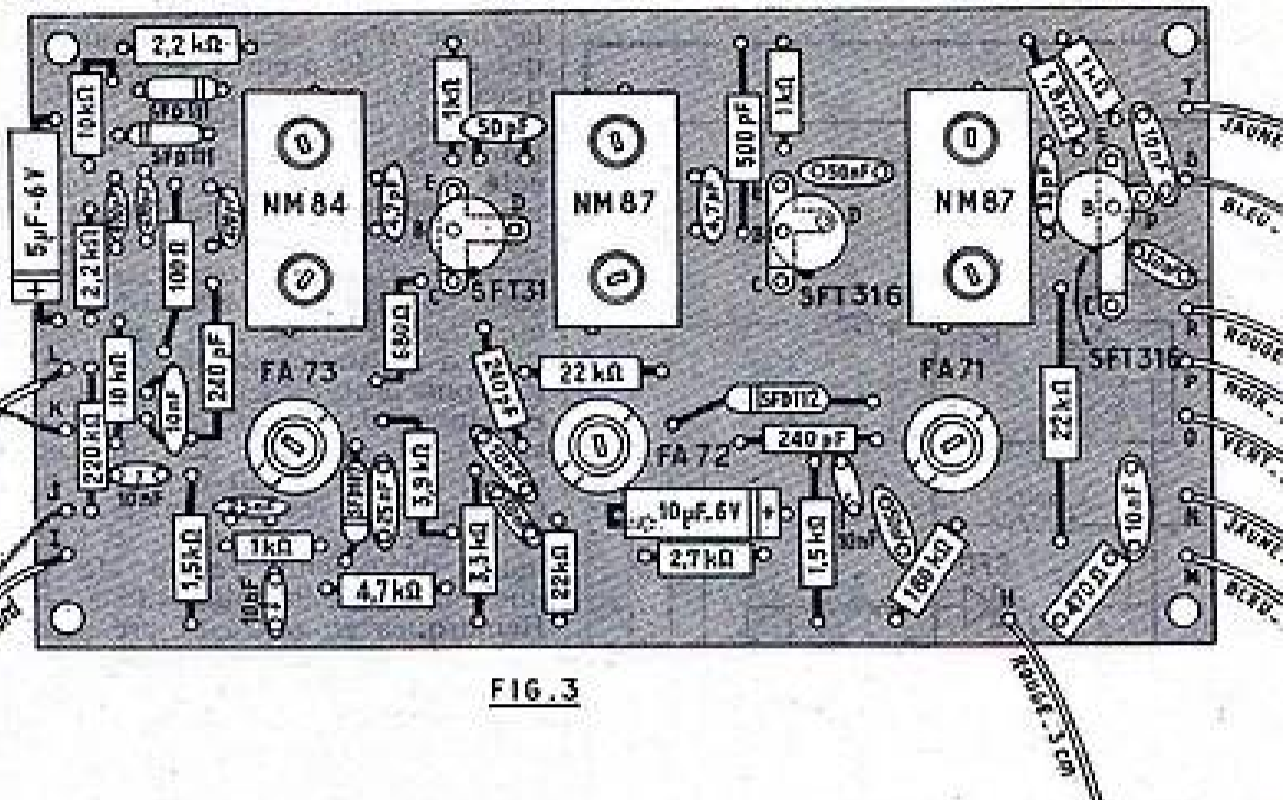

FIG. 3
Le circuit imprimé F1 (fig. 3). On commence par mettre en place les transfo NM84, NM87 (1) et NM87 (2). On soude les picots sans les plier. La soudure doit être effectuée rapidement afin de ne pas détériorer les transformateurs.